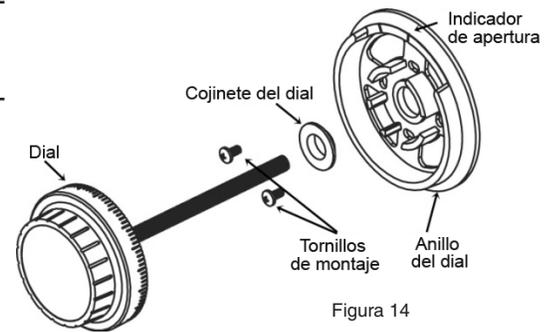

Figura 14
3. Monte el anillo del dial centrado en el orificio pasante y fíjelo a la caja fuerte con los dos tornillos de montaje suministrados con el conjunto del dial. La marca de referencia del indicador de apertura tiene que estar en la posición de las doce en punto (figura 14).